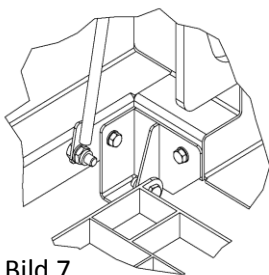

Bild 7
- Gitter montieren (Bild 7 + 8 + 9), Montagemittel für Edelstahlschrauben verwenden!